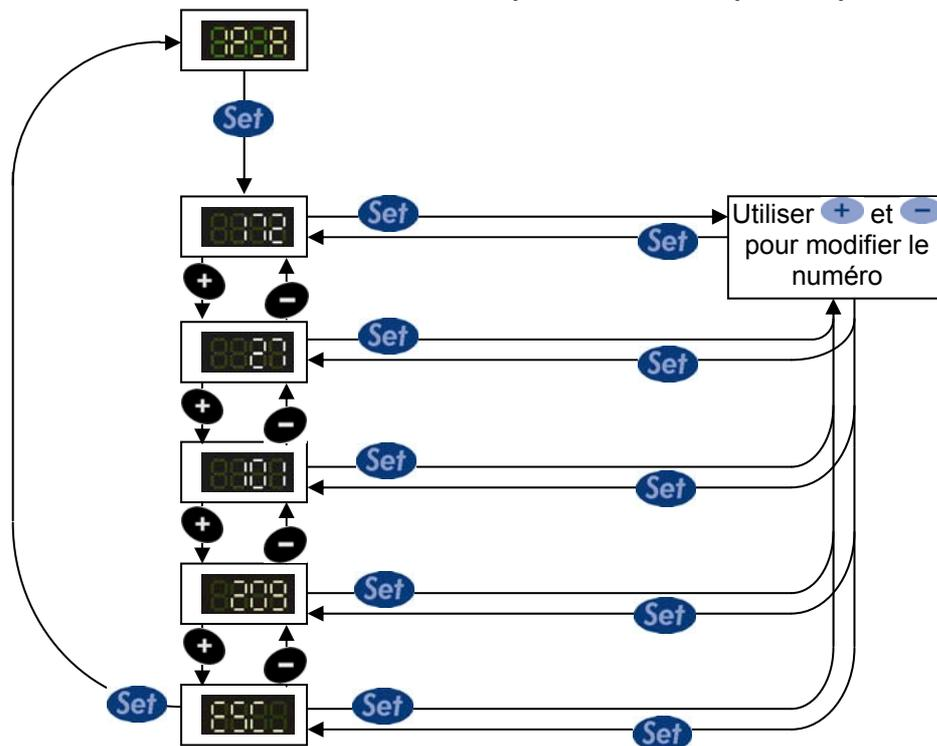

Figure 6
5. L'afficheur présente un numéro de 3 chiffres : il s'agit du premier champ de l'adresse IP du capteur. A l'aide des touches **+** et **-** on peut défiler les 4 champs dont l'adresse IP se compose. L'appui sur **Set** met en valeur le champ en cours d'affichage. Utiliser encore les touches **+** et **-** pour varier la valeur numérique du champ choisi. Si l'on garde l'appui sur la touche, on peut avancer de dizaine en dizaine, plutôt que par unités. L'appui sur **Set** valide la modification (Figure 6).